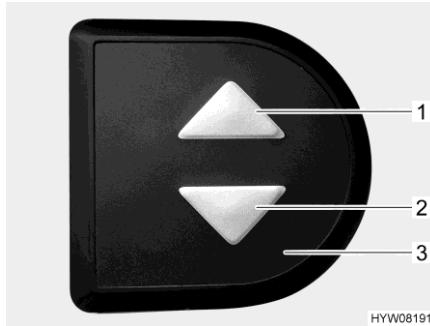

Fig. 97 Elemento di comando (letto basculante)
- Sull'elemento di regolazione (Fig. 97,3) premere contemporaneamente i due tasti freccia (Fig. 97,1 e 2) e tenerli premuti fino a quando il letto basculante non si è spostato completamente verso il basso. Una volta rilasciati i tasti viene emesso un segnale acustico di conferma.
- Sull'elemento di regolazione (Fig. 97,3) premere il tasto freccia inferiore (Fig. 97,2) e tenerlo premuto fino a quando il letto basculante non ha raggiunto la posizione finale in basso.
- Sull'elemento di regolazione (Fig. 97,3) premere il tasto freccia superiore (Fig. 97,1) e tenerlo premuto fino a quando il letto basculante non ha raggiunto la posizione finale in alto.
- Portare leggermente il letto basculante con i tasti freccia (Fig. 97,1 o 2) nella direzione opposta.